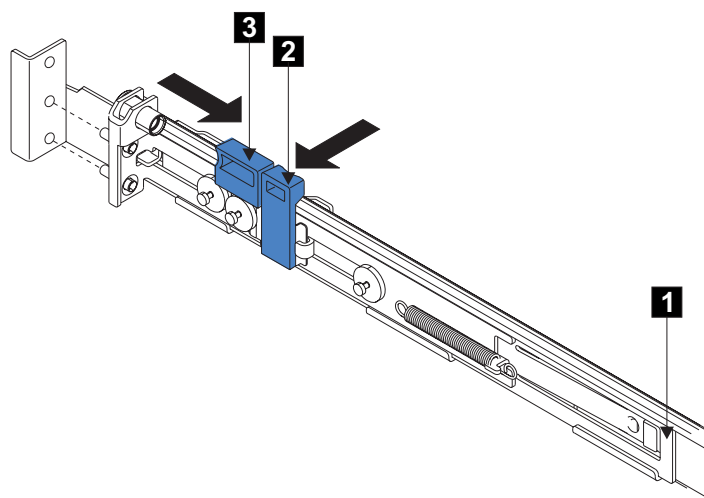

図 89. 後部のラッチ・ロック・キャリア・アセンブリーを開く
5. 後方のレール・ブラケット **1** (図 89) を、止まるまでレールの前面に向かって押します。これで、レールはその一番短い長さに調整されます。